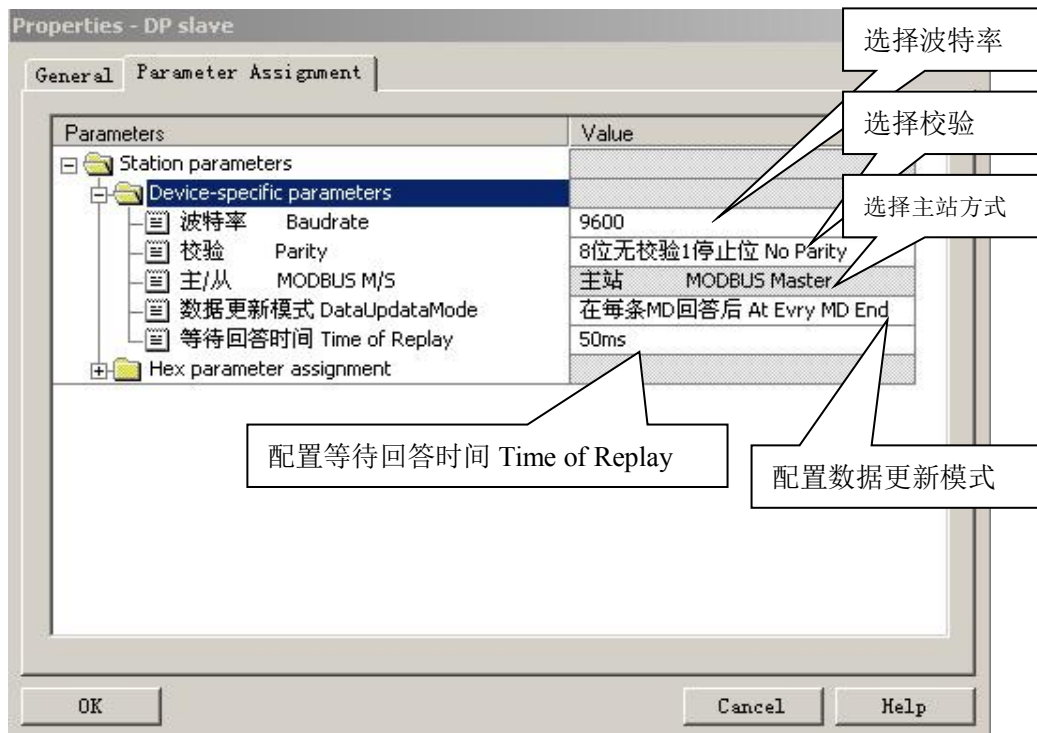

图 5-11
- ① **配置 RS232 波特率**：选中“波特率 Baudrate” → “Value”，本产品支持 2400-57.6K，见图 5-11。
- ② **选择“校验”**：同①选择“校验 Parity”，支持 8 位无校验 1 个停止位、8 位偶校验 1 个停止位、8 位奇校验 1 个停止位和 8 位无校验 2 个停止位，见图 5-11。
- ③ **“主/从”**：产品设置成主站，使用 GSD 文件 DS_MMV32.GSD，只能选择 MODBUS 主站方式。同①步骤相同选择“主站”，见图 5-11。
(3) 配置 PROFIBUS 和 MODBUS 数据更新模式
同 (2) 配置 PB-B-MM/V32 的 RS232 接口，设置窗口；选 Parameter Assignment，见图 5-11；
选中“等待回答时间 Time of Replay” → “OK”，支持 10ms—1000ms，以及无限期等待。见图 5-11。